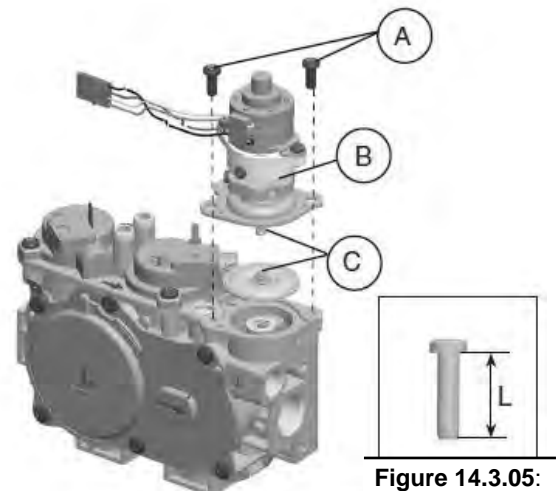

Figure 14.3.01:
- Ensemble du régulateur de pression (E)
- Deux (2) vis (F)
- Étiquette d'identification (G)
2. Voir **Figure 14.3.01**. Avec un tournevis Torx T20 ou pour écrou à fentes, retirez et jetez les deux (2) vis de fixation (A) du régulateur de pression, la tour du régulateur de pression (B) et l'ensemble ressort-diaphragme (C) (si applicable).